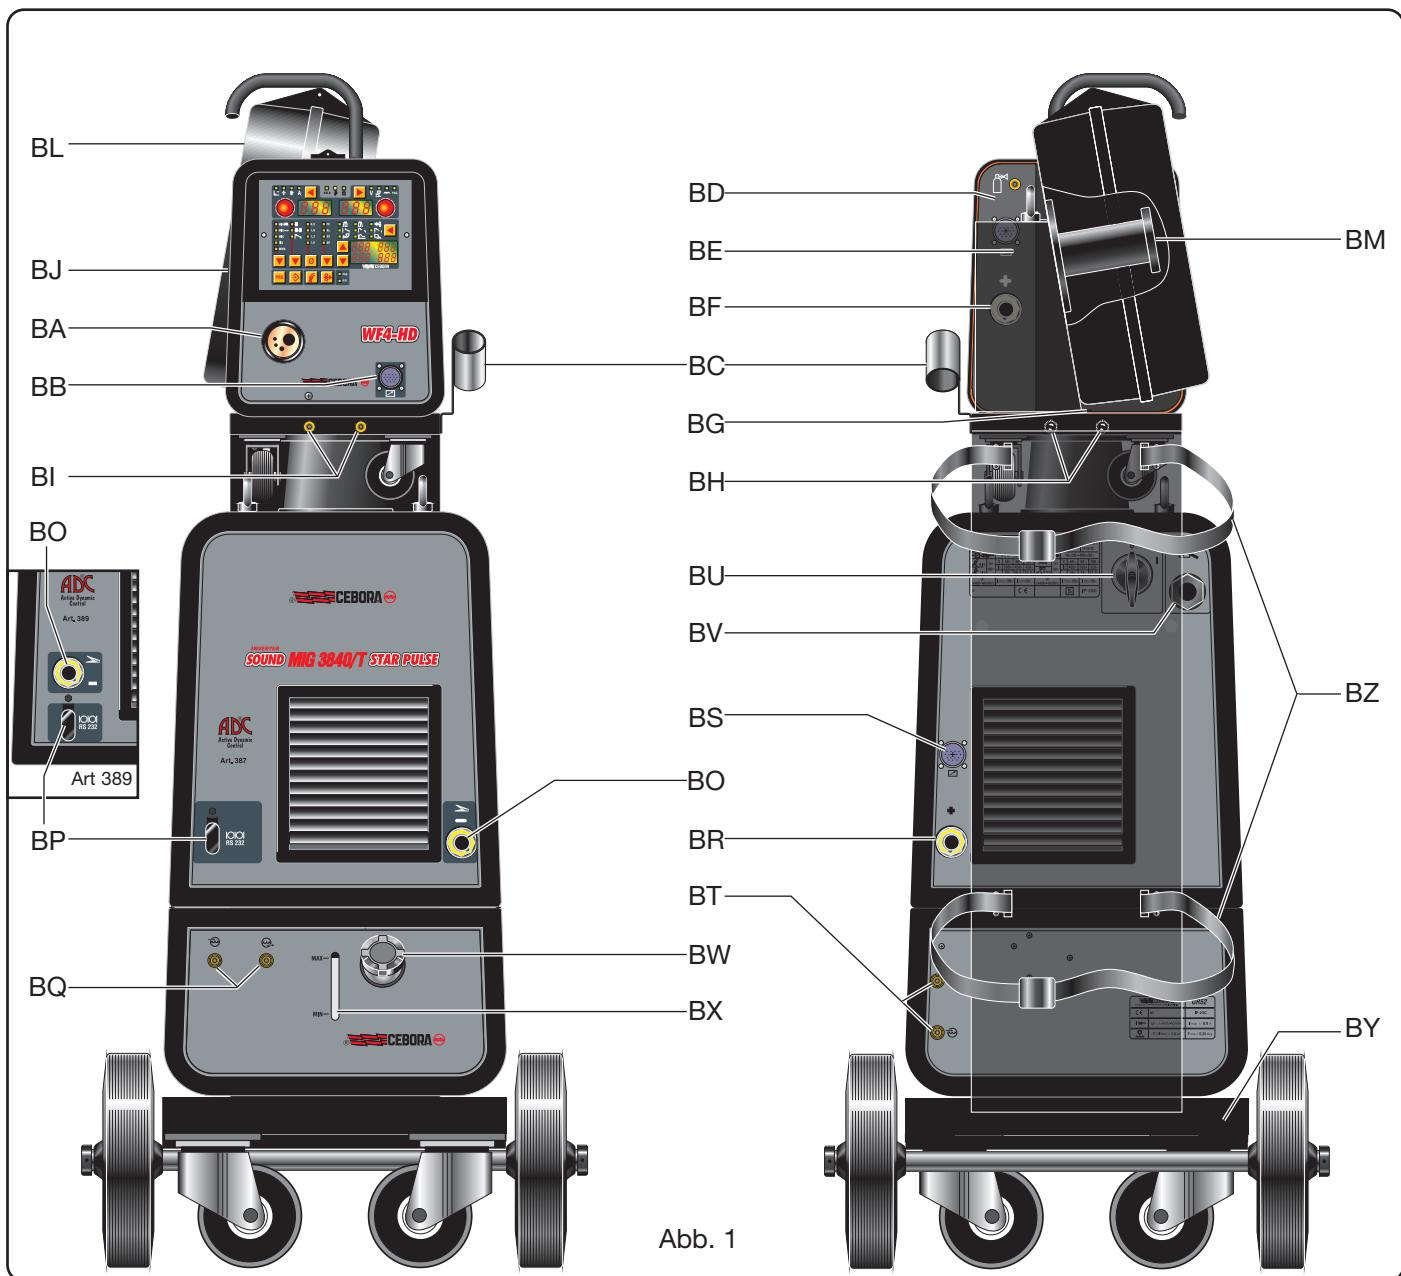

Abb. 1
2.1.2 Beschreibung der Stromquelle (Abb. 1)